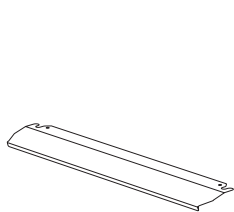

Figura 29
1. Um painel de segurança é projetado para proteger o painel de controle e os botões quando o forno estiver no modo de grelhador. (figura 29)